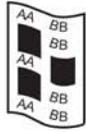

**Abbildung 6: Montage der Kaminhaube der
- Zum Abschluß müssen noch die beiden Abstandsprofile in die Aufsatzbleche eingeschoben werden bis sie einrasten (siehe Bild 6,7 und 8).
2. Mischen Sie den mitgelieferten Kleber (Sicherheitskleber) mit Wasser, bis sie eine Zahnpasta ähnliche Konsistenz erhalten. Alle Elemente werden miteinander und an der Wand verklebt. Die Klebefläche soll gereinigt und leicht angefeuchtet werden um eine optimale Festigkeit des Klebers zu erreichen. Zur Verbindung der Sockelelemente verkleben Sie das zugeschnittene Glasfließerflies (siehe Abbildung 6) mit dem Kleber. Überflüssigen Kleber mit der Spachtel und einem feuchten Tuch entfernen.